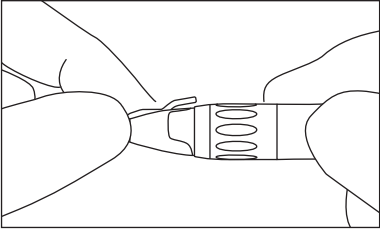

図 6
- ハンドピース停止後、ハンドピース先端部に異常な発熱がないことを直接手で触って確認してください（図6）。